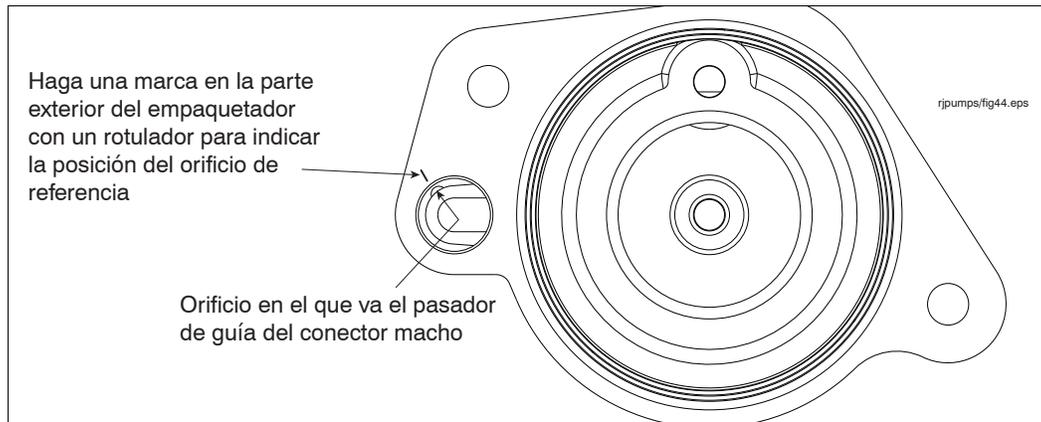

Figura 34. Orificio de referencia del conector macho ubicado en la base del receptáculo
6. Haga una marca en la parte exterior del empaquetador con un rotulador para indicar la posición del orificio de referencia (véase la Figura 34).
11. El pasador de guía de la parte trasera del conector debe asentarse en el orificio de referencia de la base del receptáculo del conector macho (véase la Figura 34) para que el conector esté bien orientado con respecto al conector hembra.